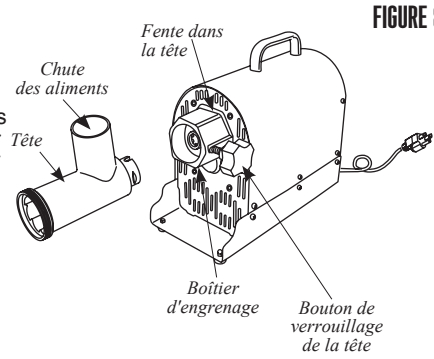

FIGURE 8
1. Insérer la tête dans le boîtier d'engrenage avec la chute d'aliments de la tête faisant face toute droite. Il faut aligner la fente de la tête à la goupille dans le boîtier d'engrenage. S'assurer que la tête est correctement logée dans le boîtier d'engrenages (FIGURE 8).